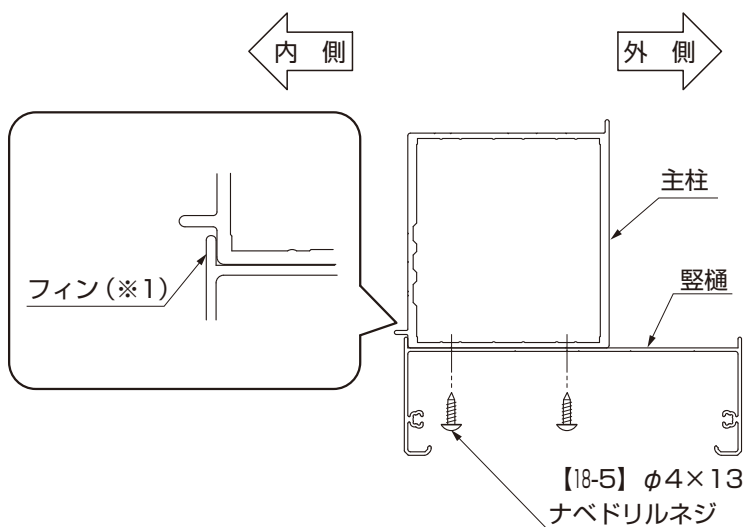

図18-12 縦樋の取付け（水上側・水下側）
- 水上側と水下側の縦樋の内側フィン（※1）が主柱の内側に当たるように取付けてください。（図18-12参照）